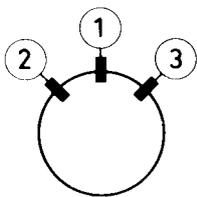

Fig. 4b
Steht die Ablenk-Unit in der richtigen Stellung, dann Keile ② und ③, von dem der Papierstreifen entfernt worden ist, anbringen (siehe Abb. 4b oder 5b). Das Leimstück fest gegen das Glas der Bildröhre drücken.